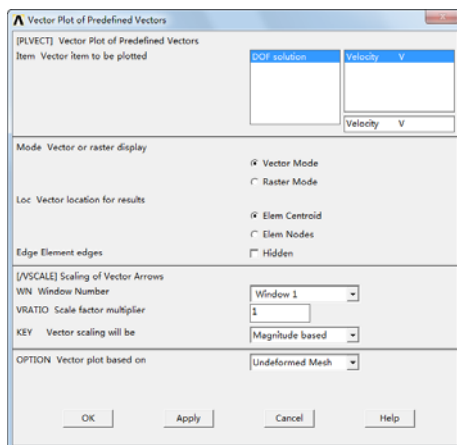
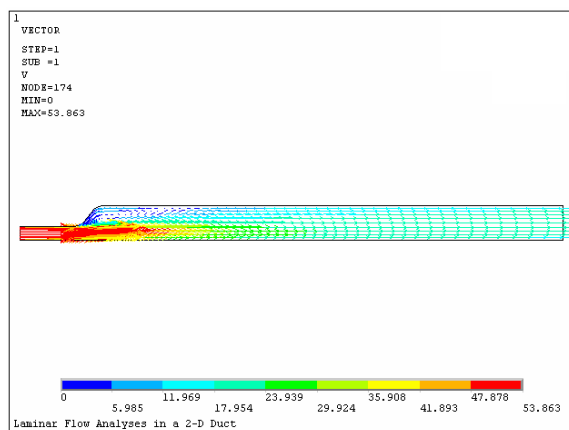

图 5-134 “Vector Plot of Predefined Vectors”对话框
图 5-135 流场的速度分布图
❶ 读入计算结果：依次选择 Main Menu→General PostProc→Read Results→Last Set，读取最后一个迭代的计算结果。
❷ 绘制流场的速度分布图：依次选择 Main Menu→General PostProc→Plot Results→Vector Plot→Predefined，会弹出“Vector Plot of Predefined Vectors”对话框，如图 5-134 所示。在对话框中选择“DOF Solution→Velocity V”，单击“OK”按钮，会得到流场的速度分布图，如图 5-135 所示。